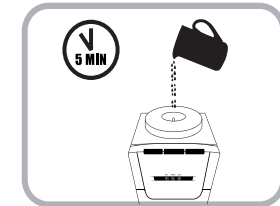

Fig.2
3. Llene el tanque de agua con agua de grifo hasta que esté lleno hasta al menos 1 pulgada por encima del Embudo de Agua Caliente. Permita que el agua se asiente en los tanques de agua caliente y fría por lo menos 5 minutos. (Fig. 2)